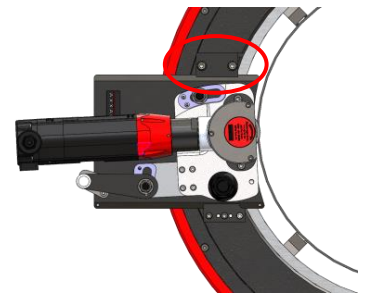
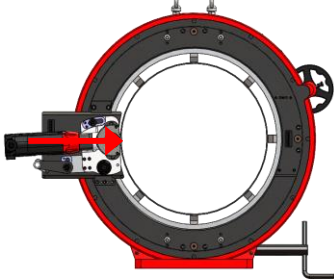
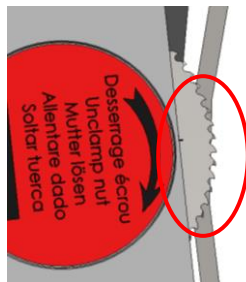

Fig.03
Fig.04
Fig.05
- Mettere il sistema in posizione di lavoro, con la leva di penetrazione nella testa di vite sul piano (Fig.03).
- Allentare le due viti di regolazione (Fig.03) e posizionare il sistema (Fig.04) in modo che la parte superiore dei denti dell'utensile superi di 2-3 mm l'interno del tubo (Fig.05).
- Terminata la regolazione, serrare nuovamente le due viti (Fig.03).